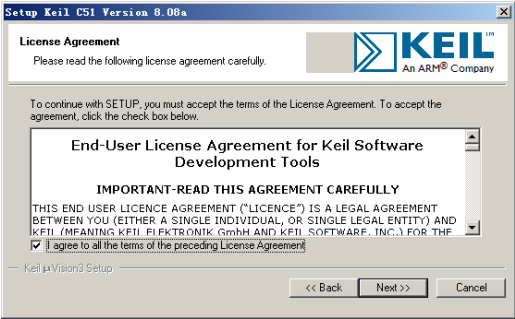

图 3-2 “License Agreement”对话框
- (2) 单击“Next”按钮，弹出“License Agreement”对话框，如图 3-2 所示。